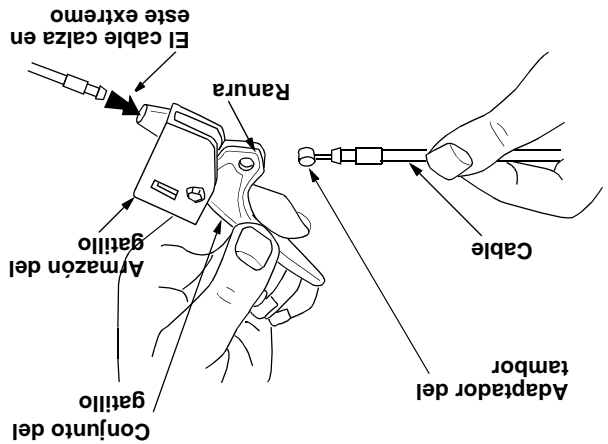

Figura 12
- Coloque el adaptador del tambor del cable dentro del orificio del gatillo. Usted puede encontrar los gatillos y la ferreteria relacionada en el grupo H del conjunto de ferreteria (en la página 6). Tire del cable y girelo alrededor del fondo del gatillo, con el cable interior en la ranura, hasta que el extremo del cable pueda ser empujado dentro del armazón del gatillo y calzado firme. Vea la Figura 12.